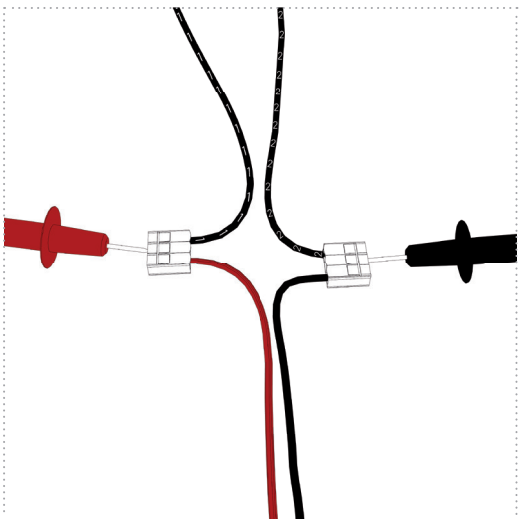

Abbildung: 24
4. Stecken/Drehen Sie die Sicherung des Stromkreises der UV-Einheit ein und überprüfen Sie auf die korrekte Netzspannung an den Prüföffnungen der Verbindungsklemmen (*Abbildung 24*).
4. Stecken/Drehen Sie die entfernten Sicherungen wieder ein und überprüfen Sie auf die korrekte Netzspannung an die Prüfföffnungen der Verbindungsklemmen (*Abbildung 24*) sowie am Stecker des Durchflusssensors.